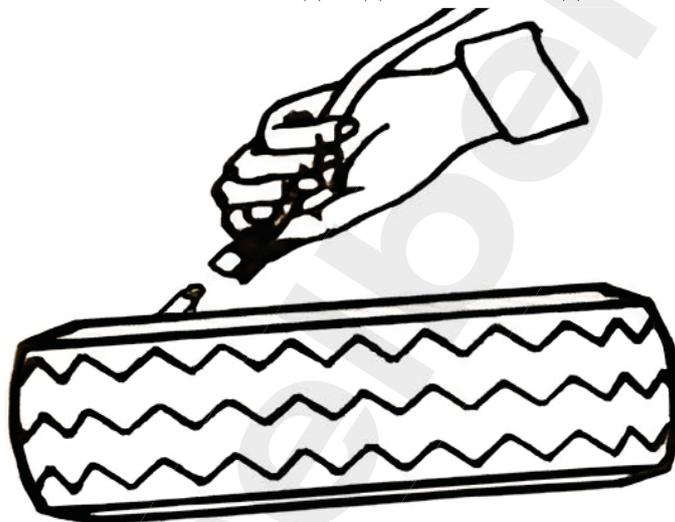

Рис. 10-14
- Обычная накачка. Зажмите колесо и подсоедините шланг для накачки, см. Рис. 10-14.